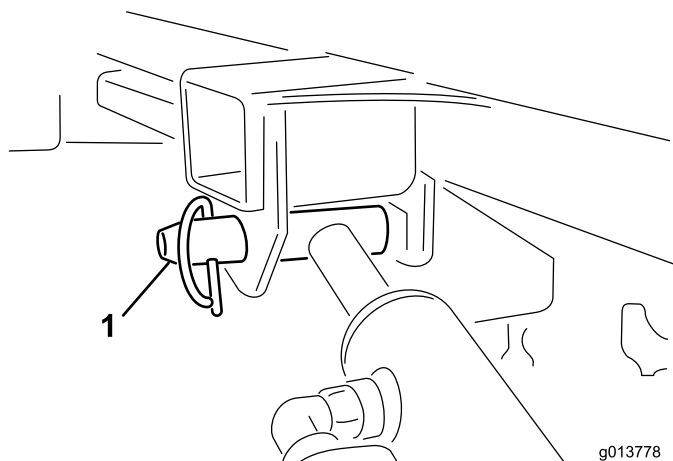

Figura 51
11. Com uma mão, segure o cilindro de elevação. Com a outra, remova o pino de bloqueio do cilindro de elevação (Figura 51).